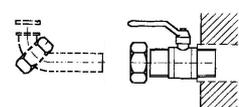

Figura 2-4
- kit rubinetto gas (vedi Figura 2-4).